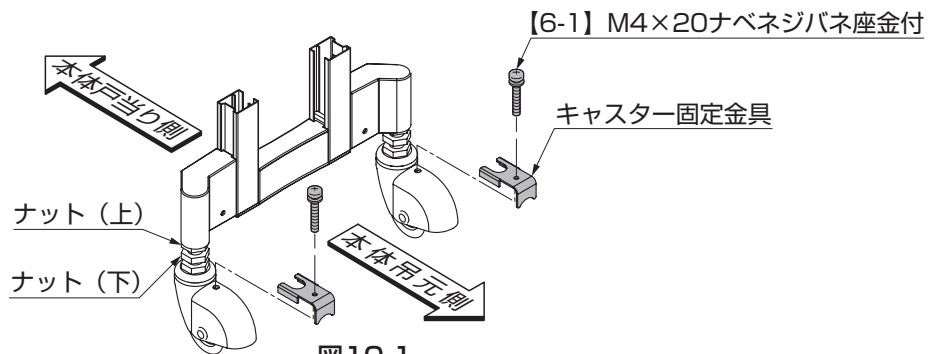

図10-1
- ①キャスターについている「ナット(下)」を上にあげてください。(図10-1参照)
- ③【6-1】をキャスター固定金具にネジ止めし、キャスターの孔にネジが貫通するように組付けてください。(図10-1参照)